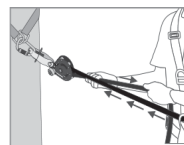
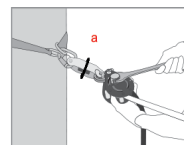

Fig 3
Fig 4
Nachdem die Sicherungsleine installiert ist, muss eine Voreinstellung der Spannung vorgenommen werden, dazu zieht man manuell an der Leine (Seite des Endknotens —Abb. 3). Die Nocke (8) und der Nockenhebel (4) müssen automatisch an das Seil greifen. Legen Sie den Nockenhebel (4) um und stellen Sie mit einem passenden Schlüssel die Spannung an der Spannungseinstellachse (1) ein, bis die Beilagscheibe der Spannungsanzeige (a) auf der Spannungsanzeige (2) sich frei drehen lässt (Abb. 4). Sobald diese sich frei bewegen kann, NICHT WEITER SPANNEN! Dies entspricht einer Vorspannung der Sicherungsleine von ungefähr 0.5 kN. Wenn die Sicherungsleine in Gebrauch ist, überprüfen Sie regelmäßig diese Spannung (Drehen der Beilagscheibe an der Spannungsanzeige) und stellen Sie sie gegebenenfalls in der oben beschriebenen Weise nach.